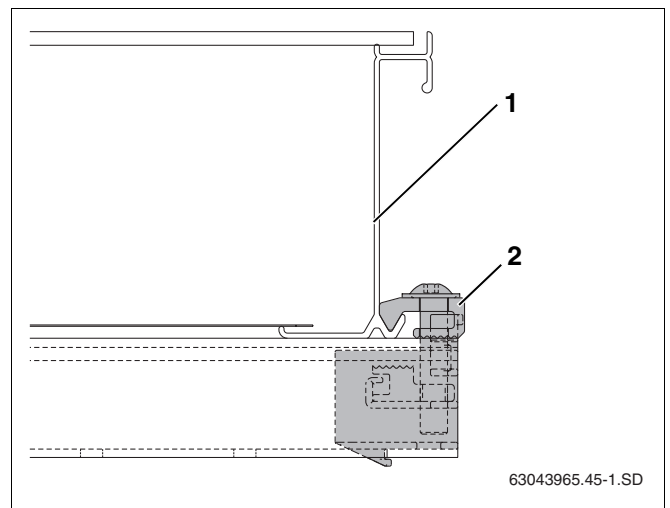

Fig. 43 Tensor de colector unilateral roscado
- ▶ Deslocar cuidadosamente o colector (fig. 43, **item 1**) para o tensor de colector unilateral e alinhar na horizontal.
- ▶ Aparafusar o tensor do colector unilateral (fig. 43, **item 2**) com a chave SW5.
O dispositivo retentor do tensor do colector (fig. 43, **item 2**) agarra agora no bordo inferior do colector.